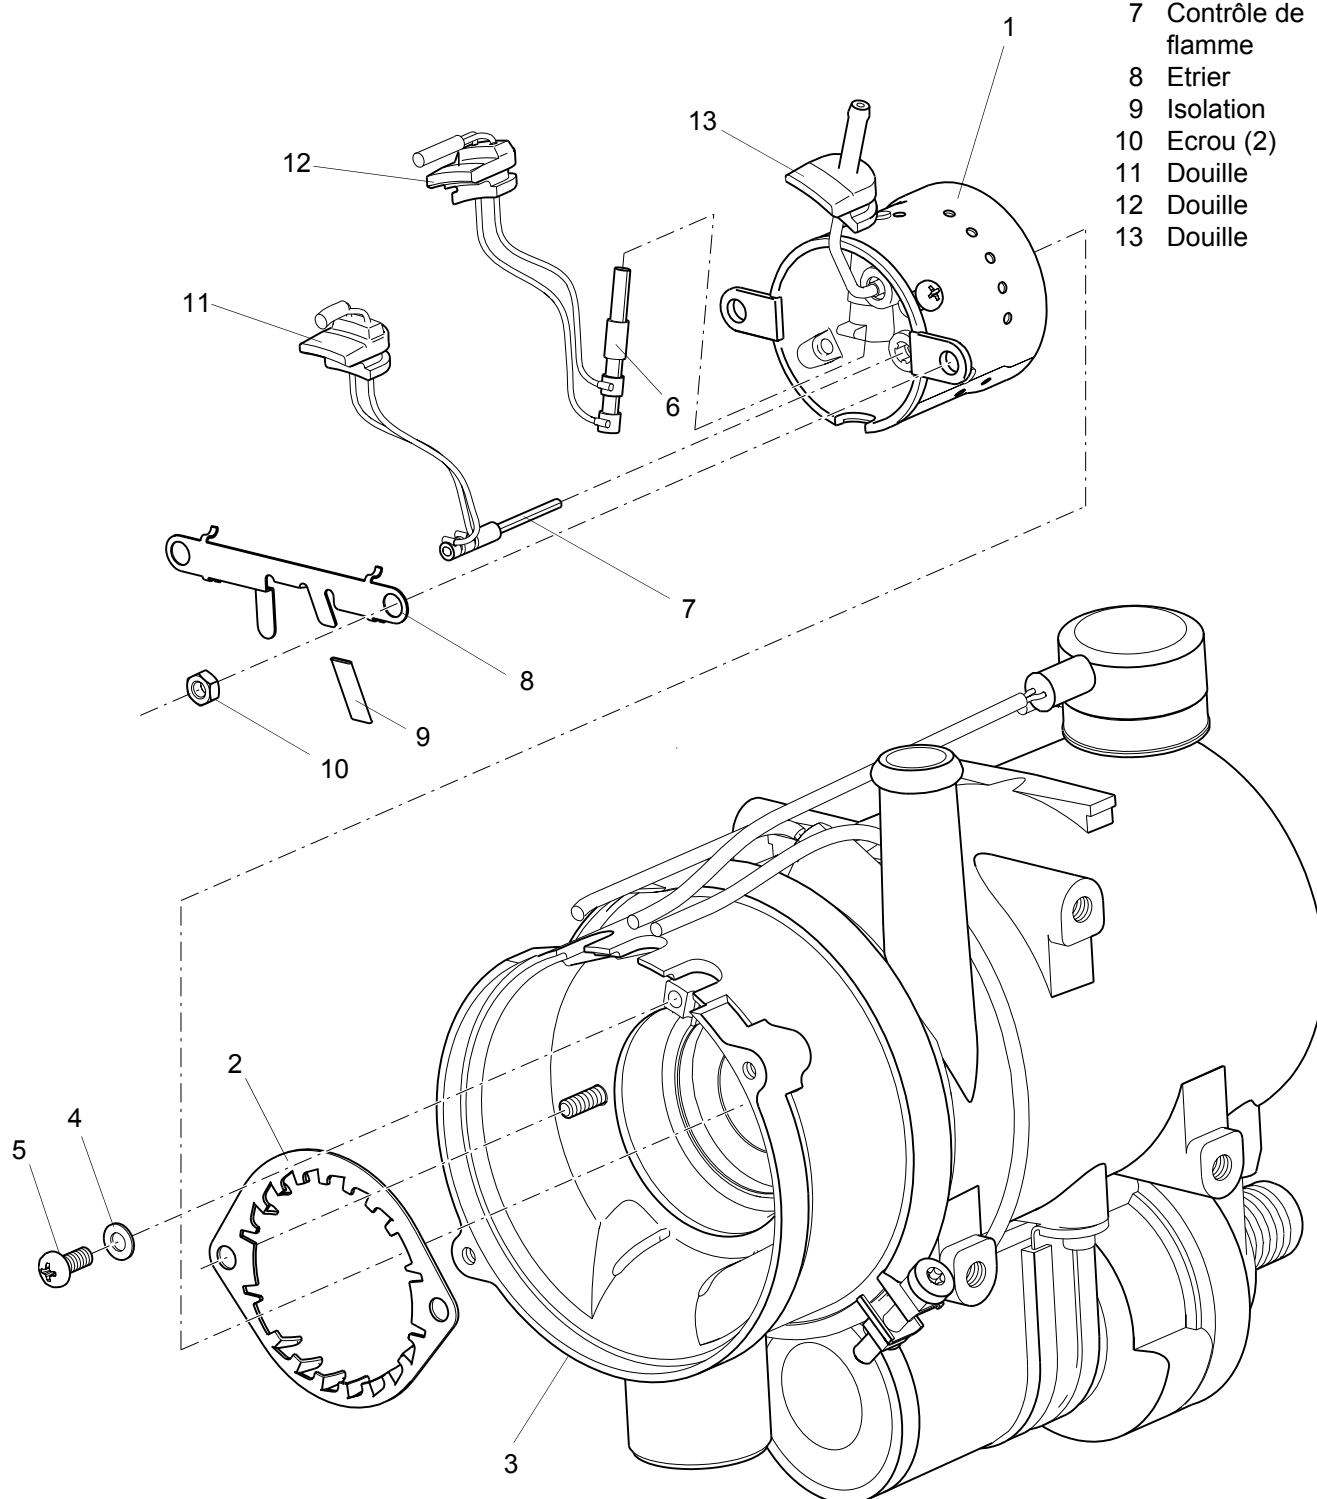

Figure 905 Remplacement du brûleur, du contrôle de flamme et de la bougie
3. Retirez la vis (5, figure 905) et la rondelle (4).
4. Retirez les écrous (10) et l'étrier (8).
5. Retirez les douilles (11 et 12) de l'incision dans le boîtier du tuyau de combustion (3).
6. Retirez les douilles (13) et le brûleur (1) de la tête du brûleur et les supprimez avec le diaphragme de rotation (2).
7. Retirez le contrôle de flamme (7) et la bougie (6) du brûleur (1) et les supprimez.
1. Placez le diaphragme de rotation (2, figure 905) sur le brûleur (1).
2. Placez avec précaution le contrôle de flamme (7) et la bougie (6), jusqu'à la butée du brûleur, et faites glisser les douilles (11 et 12) dans les entailles du boîtier du tuyau de combustion (3).
3. Insérez le brûleur (1) et les douilles (13) dans la tête du brûleur (3).